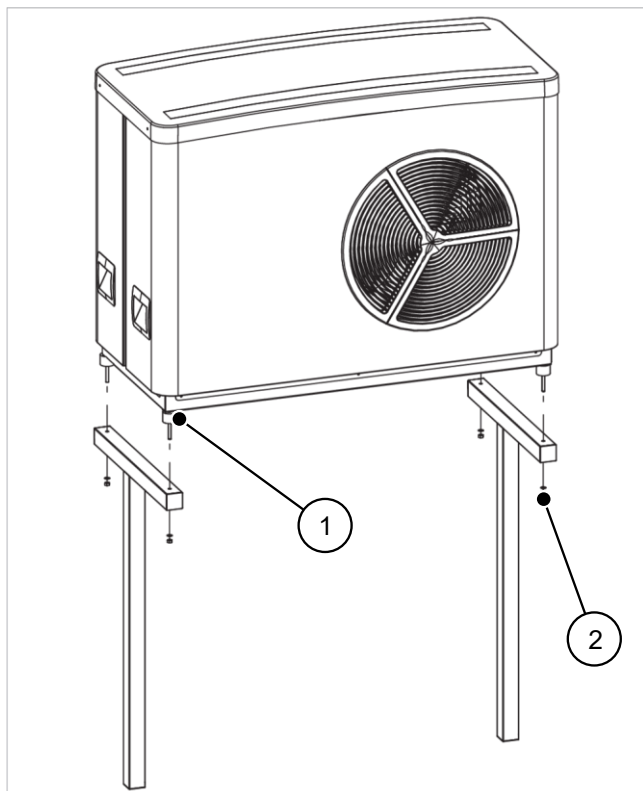

Abb. 19: Wärmepumpe auf der Standkonsole montieren
- Die Schwingungsdämpfer (1) mit den Gewindestangen in der dargestellten Position (siehe → Abb. 19) in die Wärmepumpe einschrauben.
- Die Gewindestangen mit den beigelegten Unterlegscheiben und Muttern (2) festschrauben.